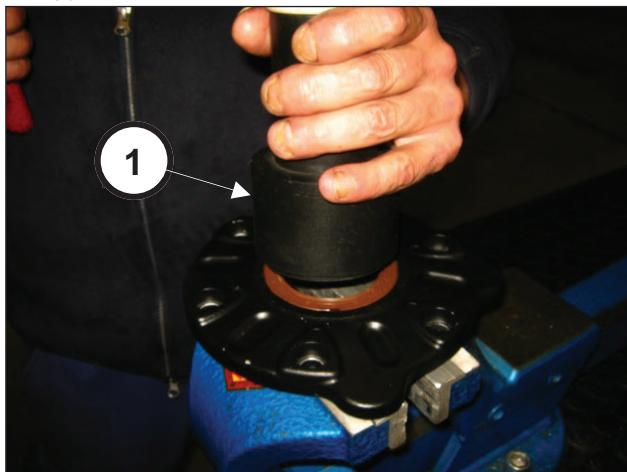

图 77
使用代码为27548200的工具(位置①, 图 77)将油封插入链轮盖内。